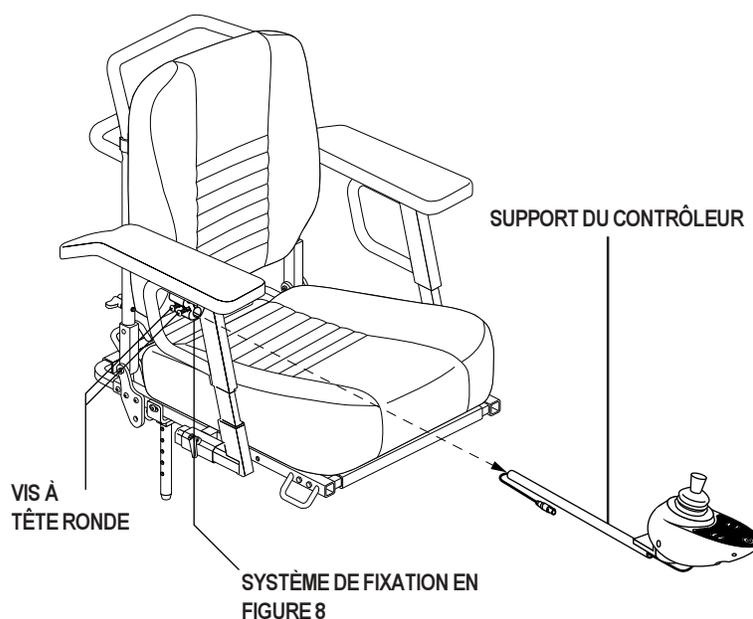

Figure 14. Position du contrôleur
4. Desserrez la vis à tête ronde de la fixation en forme de figure 8 située sur l'accoudoir. Voir la figure 14.